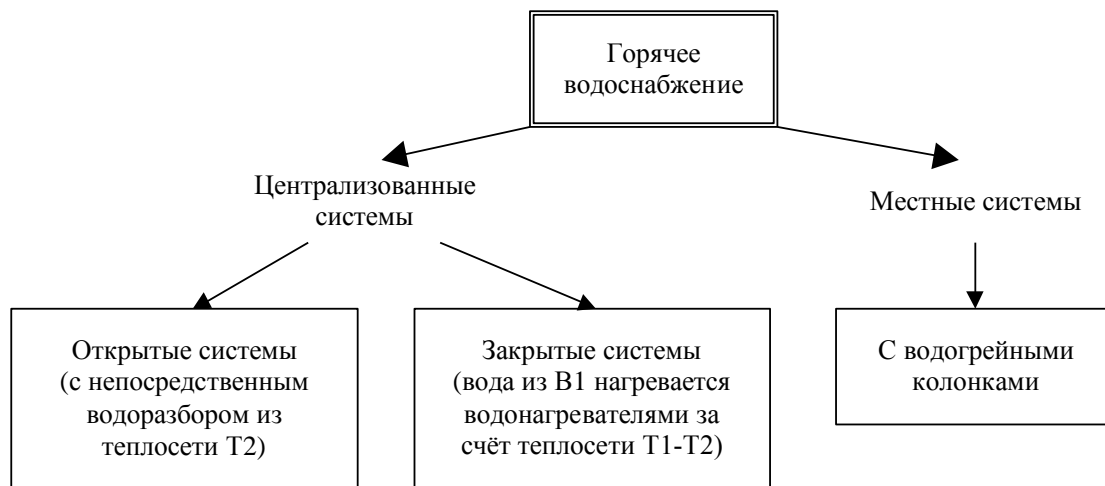

Рис. 7
Классификация горячего водопровода Т3-Т4 по расположению источника тепла показана на рис. 7.
Необходимо отметить, что наружных сетей горячего водопровода обычно не прокладывают, то есть горячий водопровод Т3-Т4 — это типично внутренний водопровод. Классификация, показанная на рис. 7 отражает тот факт, что централизованно или местно решается расположение источника тепла. В крупных и средних городах тепло несут наружные водяные теплосети Т1-Т2 и заводят тепло в здания отдельными вводами Т1-Т2. Это централизованные системы теплоснабжения. В малых городах и населённых пунктах источник тепла находится в доме или квартире — это домовая котельная или водогрейная колонка, работающая на газе, мазуте, нефти, угле, дровах или электричестве. Это местная система.
*Открытая* система горячего водопровода (см. рис. 7) берёт воду из обратного трубопровода теплосети Т2 непосредственно, напрямую, и далее вода поступает по трубе Т3 к смесителям в квартиры. Такое решение горячего водоснабжения не самое лучшее с точки зрения обеспечения питьевого качества горячей воды, так как вода идёт фактически из системы водяного отопления. Однако такое решение весьма недорогое. Таким способом, например, снабжается большинство зданий правобережья г. Омска.
*Закрытая* система горячего водопровода (см. рис. 7) берёт воду из холодного водопровода В1. Вода нагревается с помощью водонагревателей-теплообменников (бойлеров или скоростных) и поступает по трубе Т3 к смесителям в квартиры. Часть неиспользованной горячей воды циркулирует внутри здания по трубопроводу Т4, что поддерживает постоянную необходимую температуру воды. Источником тепла для водонагревателей служит подающая труба теплосети Т1. Такое решение горячего водоснабжения уже лучше с точки зрения обеспечения питьевого качества горячей воды, так как вода берётся из системы